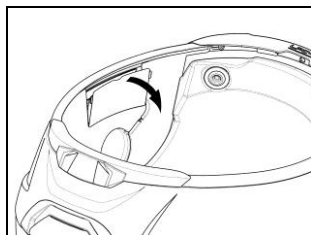

Fig. 1
- Sul lato sinistro del casco, aprire lo sportellino del rivestimento guanciaie (Fig. 1). Rimuovere il riempitivo. Conservarlo qualora si volesse utilizzare il casco senza sistema N-Com installato.